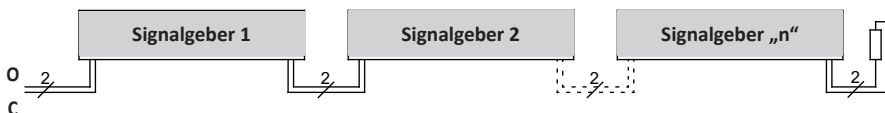

Bild 1: Verschaltung mehrerer Signalgeber, hier am Beispiel Sicherheitskontaktleiste
8.4 Anschluss von mehreren Signalgebern pro Signalgeberkreis (Bild 1)
An dem Signalgebereingang O bzw. C können ein oder mehrere Signalgeber angeschlossen werden. Hierfür werden die einzelnen Signalgeber entsprechend Bild 1 in Serie geschaltet.